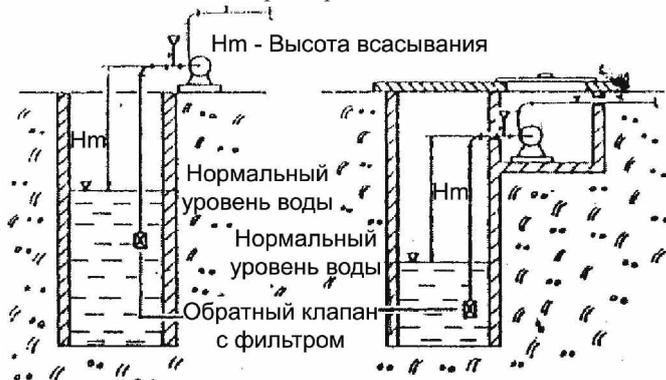

Рис. 2.
- Если расстояние между поверхностью воды и всасывающим патрубком станции более 8 м., то станцию необходимо поместить в специально подготовленную яму рядом с колодезем (см. Рис. 2). В этом случае, яма должна быть вырыта таким образом, чтобы станция находилась в легко доступном месте для обслуживающего персонала. На стенке ямы должна быть помещена хорошо закрепленная лестница. Необходимо обеспечить защиту ямы от грунтовых вод и осадков, а также ее проветривание.
- В выпускной трубопровод необходимо установить обратный клапан для исключения обратного слива воды. См. Рис. 2.
- Во всасывающий трубопровод рекомендуется установить обратный клапан с фильтром грубой очистки (в комплект не входят) – это поможет избежать попадания крупных частиц в рабочую систему насоса и предотвратит обратный слив воды при демонтаже станции. См. Рис. 2.